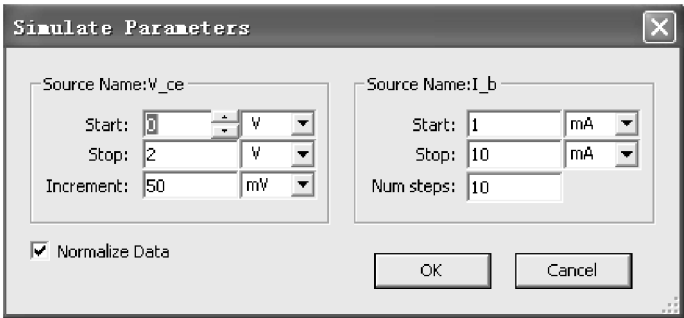

图 3-43 晶体管参数设置对话框
(2) 晶体管参数设置: 若晶体管为测量元件, 则单击  按钮, 弹出如图 3-43 所示的参数设置对话框, 包括两项: